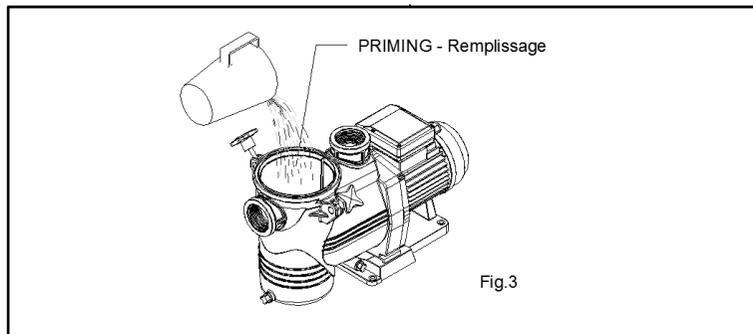

Fig.3
- For the correct operation of the pump, it must be primed until water reaches the surface of the suction pipe. In models with built-in pre-filter, the pump can be filled with water by opening the lid of the pre-filter (Fig. 3).
- Pour le fonctionnement correct de la pompe, il faut faire l'amorçage en remplissant d'eau le tuyau d'aspiration et le corps de pompe. Pour les modèles avec préfiltre intégré, ouvrir le couvercle du préfiltre et remplir avec de l'eau le corps de pompe jusqu'au niveau de l'orifice d'aspiration (fig. 3).
- For models with pre-filter the following operations can be performed (Fig. 3):
opérations suivantes (fig. 3):